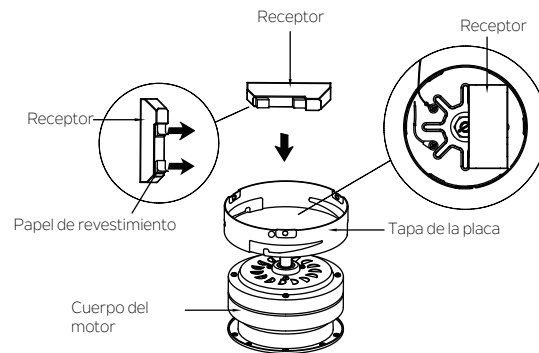

Fig. 10
Paso 4. Retire el papel de revestimiento del receptor, asegure el receptor en su lugar sobre la placa de montaje y mantenga en posición horizontal contra el techo. (Fig. 10)